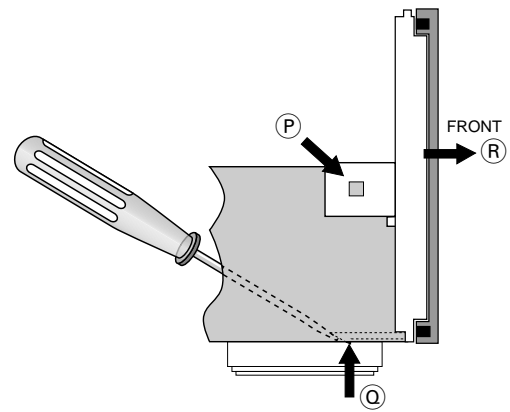

Fig. 7
- Laschen (P) links und rechts der Frontblende sowie 2 Haltezapfen (Q) am Gehäuseboden ausrasten (Fig. 7).
- Frontblende vorsichtig nach vorne abziehen (R).
- Disengage the lugs (P) on the left and right of the front panel and 2 prongs (Q) on the bottom of the cabinet (Fig. 7).
- Pull the front panel carefully towards the front (R).